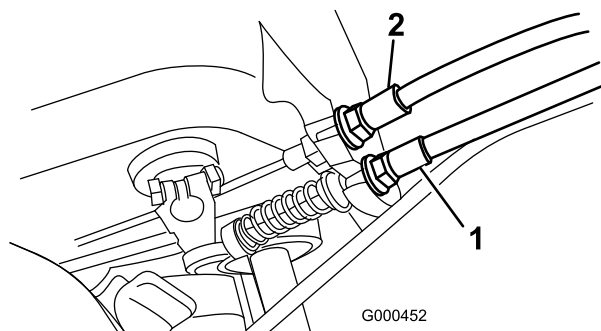

図 32
2. ブレーキ・ケーブルの前ジャム・ナットをゆるめ、後ジャム・ナット（図 32）を締めてケーブルの張りを出し、5.0～6.0 kgの力でブレーキが作動するようにする。力の計測はレバー・ノブの部分で行う。ブレーキ・バンドが締まりっぱなしにならないよう注意すること。